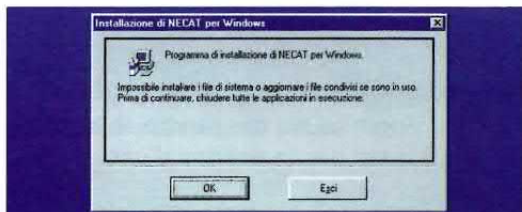

Fig.2 Per eseguire una corretta installazione è necessario cliccare su Ok.
– Il programma di installazione vi indicherà di volta in volta quale **numero** di dischetto inserire, perciò non dovete fare altro che seguire le indicazioni che appaiono a video. Dopo aver inserito il dischetto **n.2**, il computer vi segnalerà di chiudere eventuali programmi aperti. Per continuare con l'installazione cliccate su **ok** (vedi fig.2).